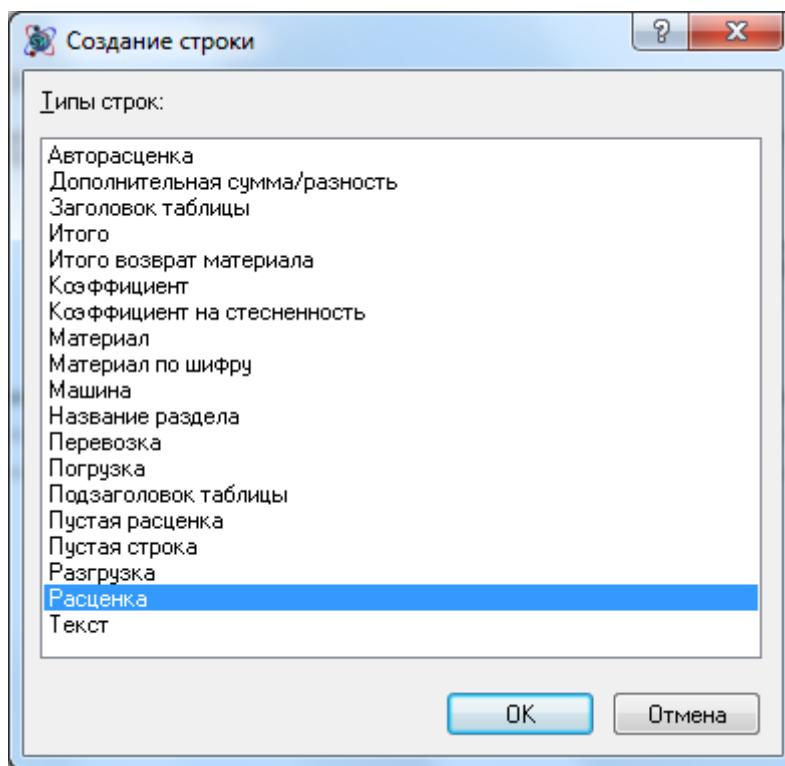

Рис. 3.7 Диалоговое окно Создание строки
3. В диалоговом окне *Создание строки* (рис. 3.7) выбрать строку «Расценка» и нажать на кнопку **OK**;
3. В диалоговом окне **Создание строки** (см. рис. 3.7) выбрать строку «Авторасценка» и нажать на кнопку **OK**;